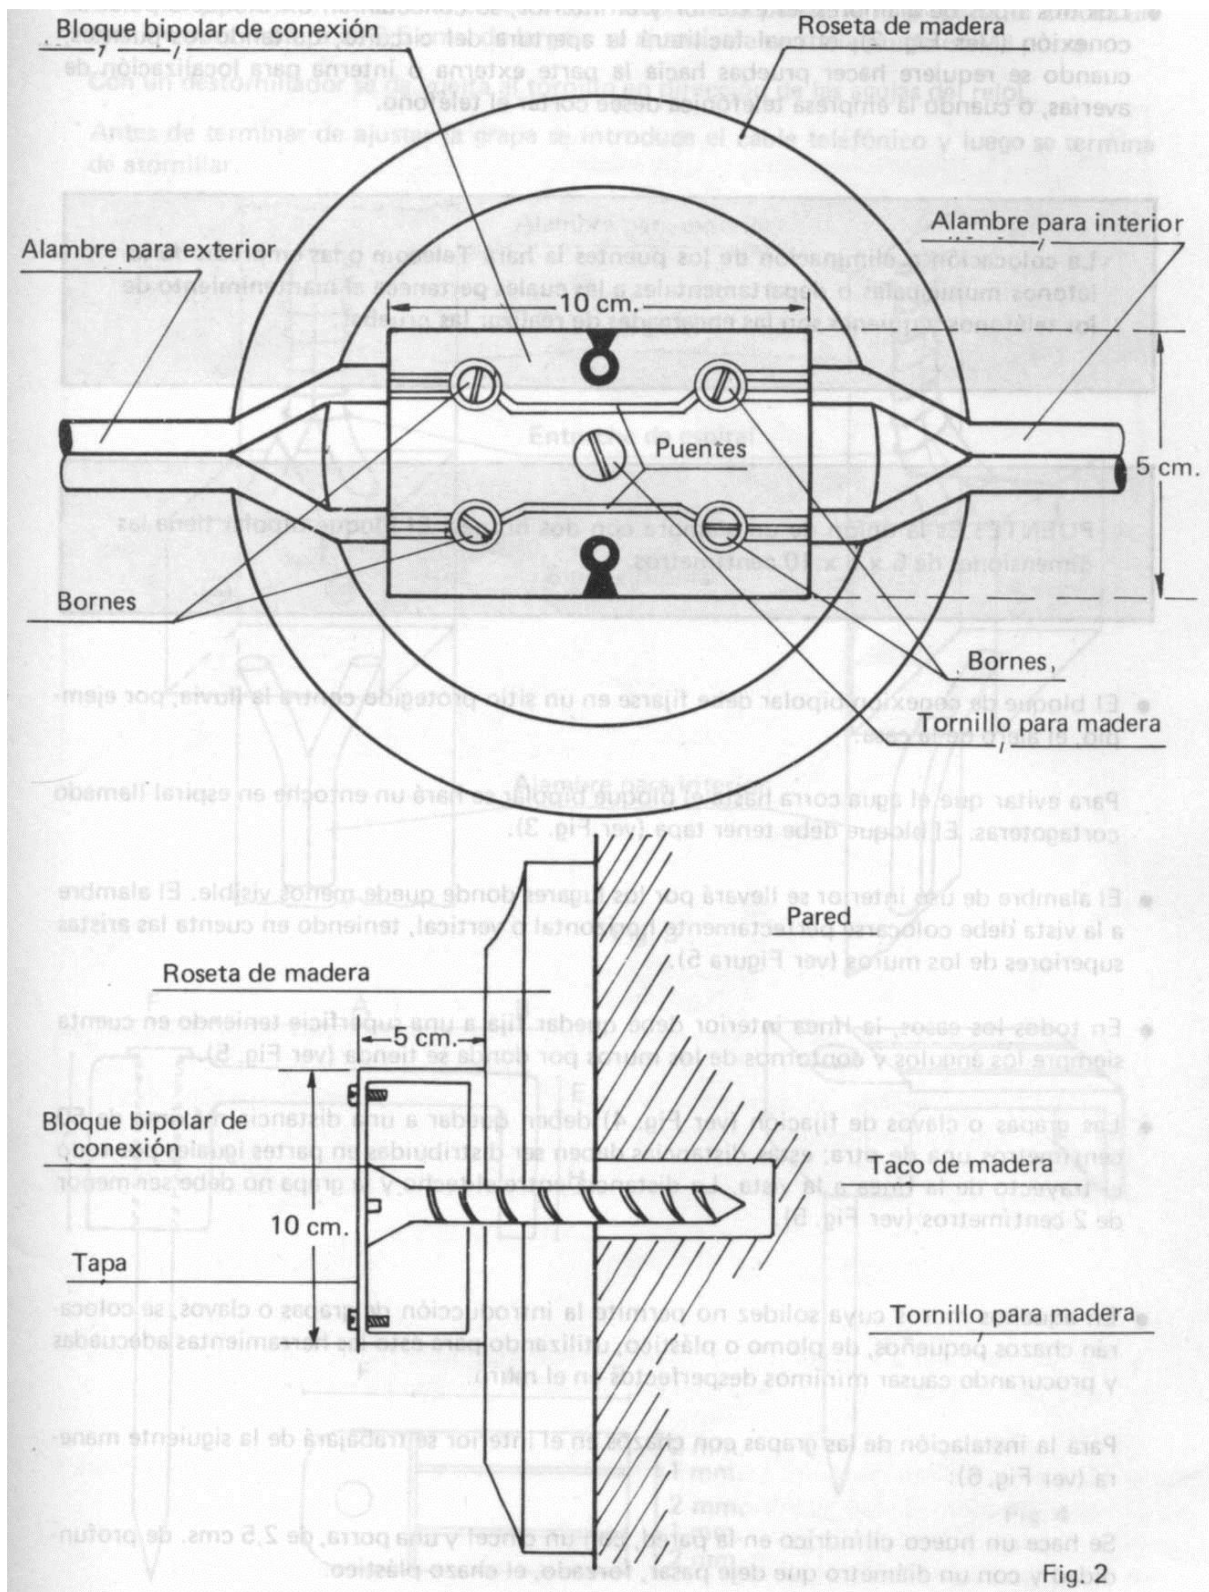

Fig. 2
- Los dos tipos de alambres, el exterior y el interior, se conectan en un bloque bipolar de conexión (Ver Fig. 2), el cual facilitará la apertura del circuito, quitando los puentes, cuando se requiere hacer pruebas hacia la parte externa o interna para localización de averías, o cuando la empresa telefónica desee cortar el teléfono.